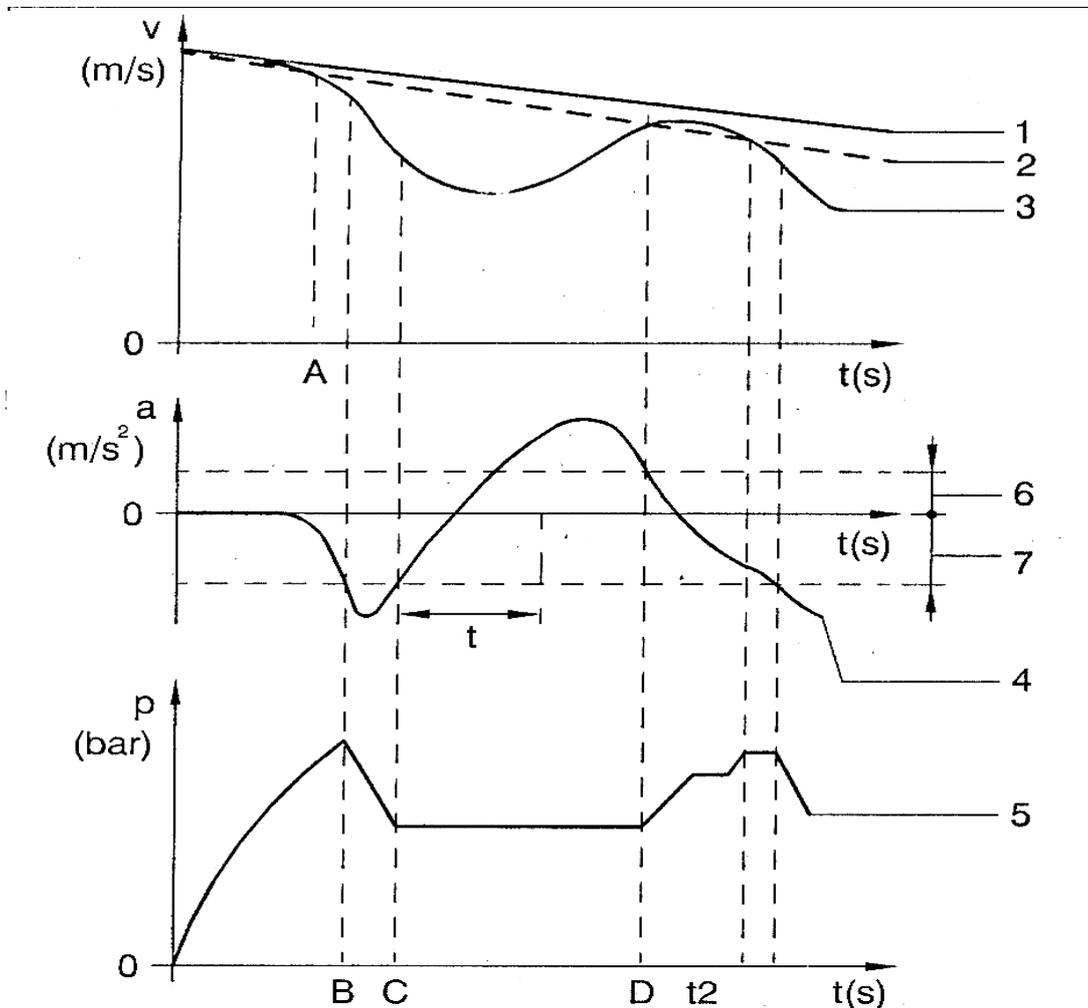

Fig. 2
Les signaux (de type alternatif ou analogique) envoyés par les capteurs de tours à la centrale électronique sont transformés par l'amplificateur d'entrée en signaux à onde carré (ou de type digital). La fréquence de ces signaux fournit à la centrale les valeurs correspondantes de vitesse (3) (Fig. 2) et d'accélération/décélération (4) de chaque roue. A partir de la combinaison de chaque vitesse périphérique des roues, on élabore une vitesse de référence (2) qui, continuellement mise à jour, fournit une indication de la vitesse effective (1) du véhicule.